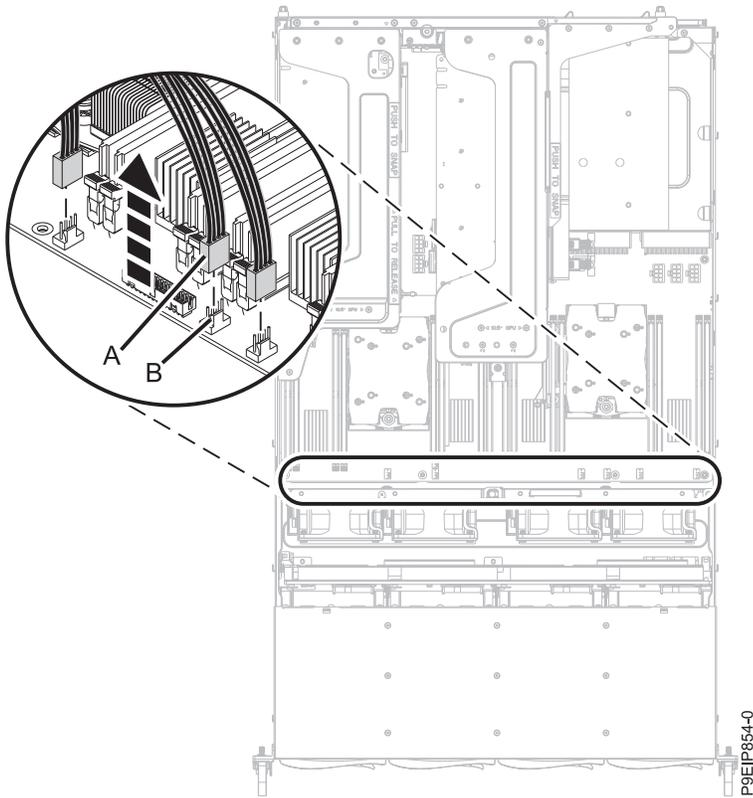

Figura 63. Desconexión de los cables del ventilador
6. Desconecte los cuatro cables de alimentación de ventilador de la placa posterior del sistema como se muestra en la Figura 63 en la página 60. Suelte el clip del conector **(B)** y extraiga con cuidado del conector **(A)** de la placa posterior del sistema. No tire de los cables.